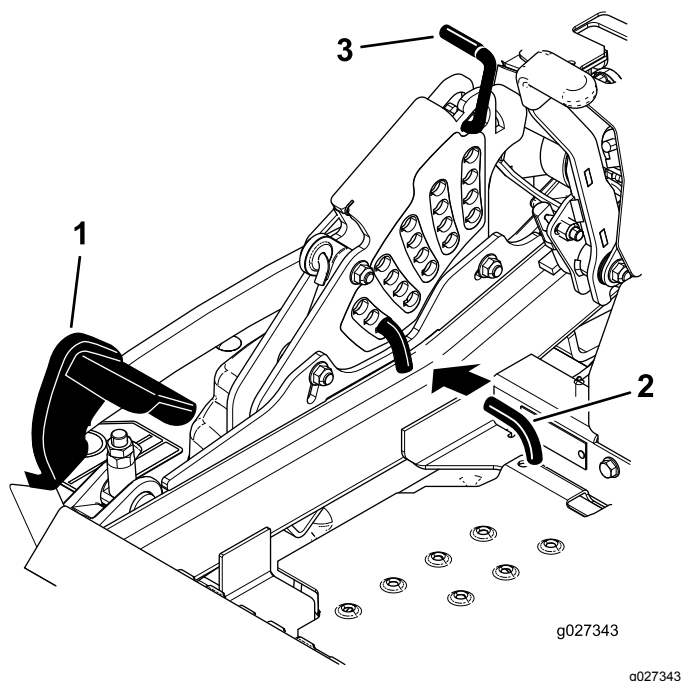

Figure 87
5. Enfoncez la pédale de levage du tablier de coupe au maximum pour verrouiller le tablier à la position TRANSPORT de 14 cm (5,5 po) (Figure 87).